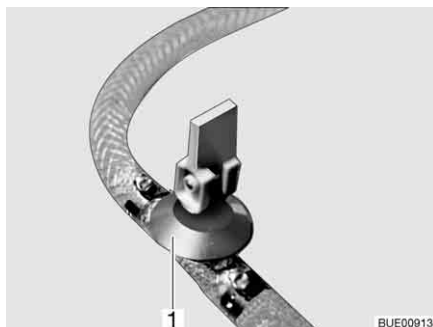
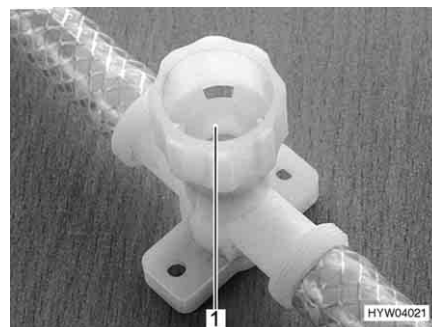

Bild 206 Avtappningskran (med vipparm)
Bild 207 Avtappningskran (med vred)
- Stäng alla avtappningskranar. Ställ för detta avtappningskranens vipparm (Bild 206,1) vågrätt eller vrid avtappningskranens kran (Bild 207,1) medurs.